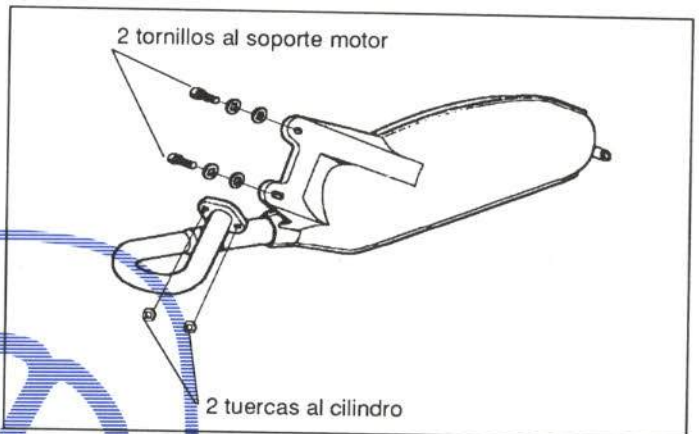

Figura 25.- Fijación del escape
En la figura 25 se muestra su fijación.
- Escape (figura 25)